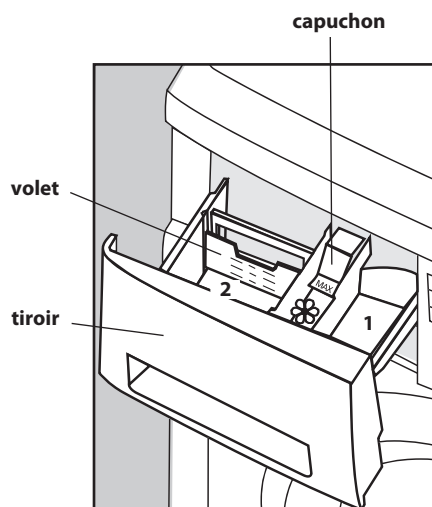
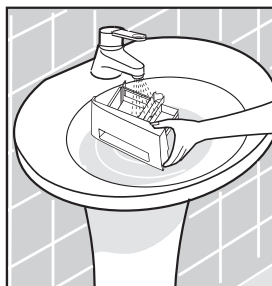

Figure 14
Figure 18
ATTENTION ! Pour le premier cycle de lavage au compartiment 2 du tiroir (fig. 14) charger la moitié de la norme de détergent, en prenant en considération les recommandations de son producteur pour le chargement maximum du linge.
Dans la machine est prévu le tiroir de détergents (fig. 14).
Pour l'utilisation du détergent synthétique (DS) liquide au compartiment 2 de la cuvette est prévu le volet conformément aux figures 14, 16, sur les deux côtés duquel sont appliqués les niveaux numériques du dosage en ml.
A l'utilisation des détergents en poudre il faut retirer le volet du compartiment pour le lavage principal 2 (fig. 14). Il faut surveiller pour que le poudre ne soit pas au compartiment pour les moyens
A la sélection de la fonction supplémentaire  on met les détergents au compartiment 1 (fig. 14). A l'utilisation du détergent synthétique liquide on doit le verser directement avant le lavage.
L'additif de blanchiment à la sélection du programme  (élimination des taches) est versé au compartiment 1 (fig. 14) et le blanchiment a lieu directement après le lavage principale.
Pour améliorer la qualité du lavage et la protection de la machine contre les dépôts des sédiments calcaires au lavage à l'eau avec un degré de rigidité II ou III il est recommandé en plus des détergents synthétique d'utiliser l'adoucisseur de l'eau. Il faut l'additionner aux détergents au compartiment 2 (fig. 14) conformément aux recommandations du producteur.
On enlève les taches de moisissure avec l'additif de blanchiment au comportement 1 du tiroir des détergents (fig. 14), si le tissu maintient bien l'influence du blanchiment. Dans les autres cas la partie encrassée doit être mouillée avec la solution de 10% du peroxide d'hydrogène et on fait lasser pendant 15 minutes.
Tirez le volet du tiroir, les capuchons, le tiroir pour l'agent liquide de blanchiment (fig. 14) et lavez soigneusement les surfaces extérieures et intérieures sous un jet d'eau chaude. Lavez le tiroir pour les détergents (fig. 18). Mettez les pièces démontables aux compartiments du tiroir et installez le tiroir à la machine.